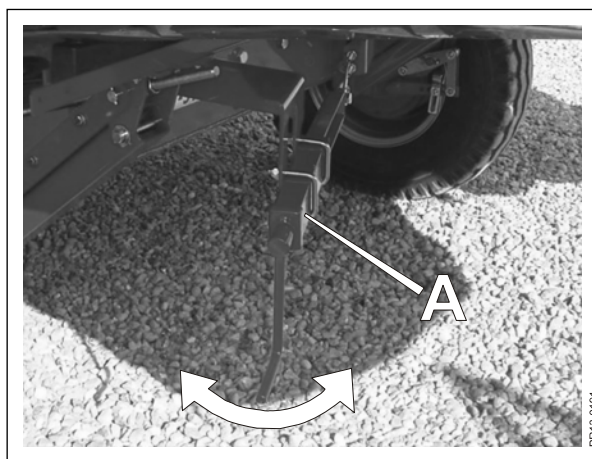

Рис. 3-6
- Рис. 3-6** 3) Если машина оснащена ручным тормозом **А**, то его нужно активировать сейчас.